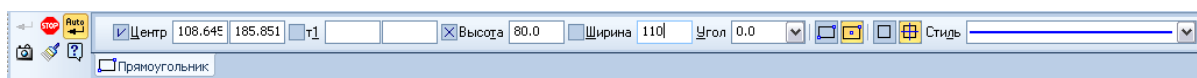
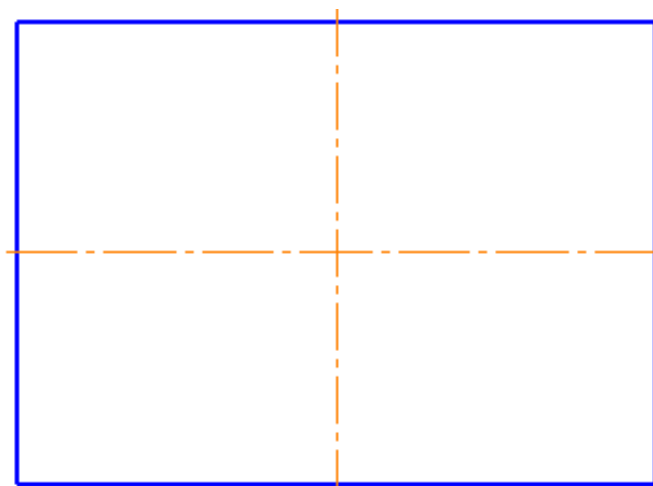

Рис. 2.3.7
Рис. 2.3.8
2. У рядку параметрів задайте висоту прямокутника 80 і його ширину 110 та включіть кнопки **по центру и вершине**  та **с осями**  (рис. 2.3.7), після чого з'явиться фантом прямокутника (рис.2.3.8). Клацніть лівою кнопкою в центрі формату, в результаті створиться фігура прямокутника.